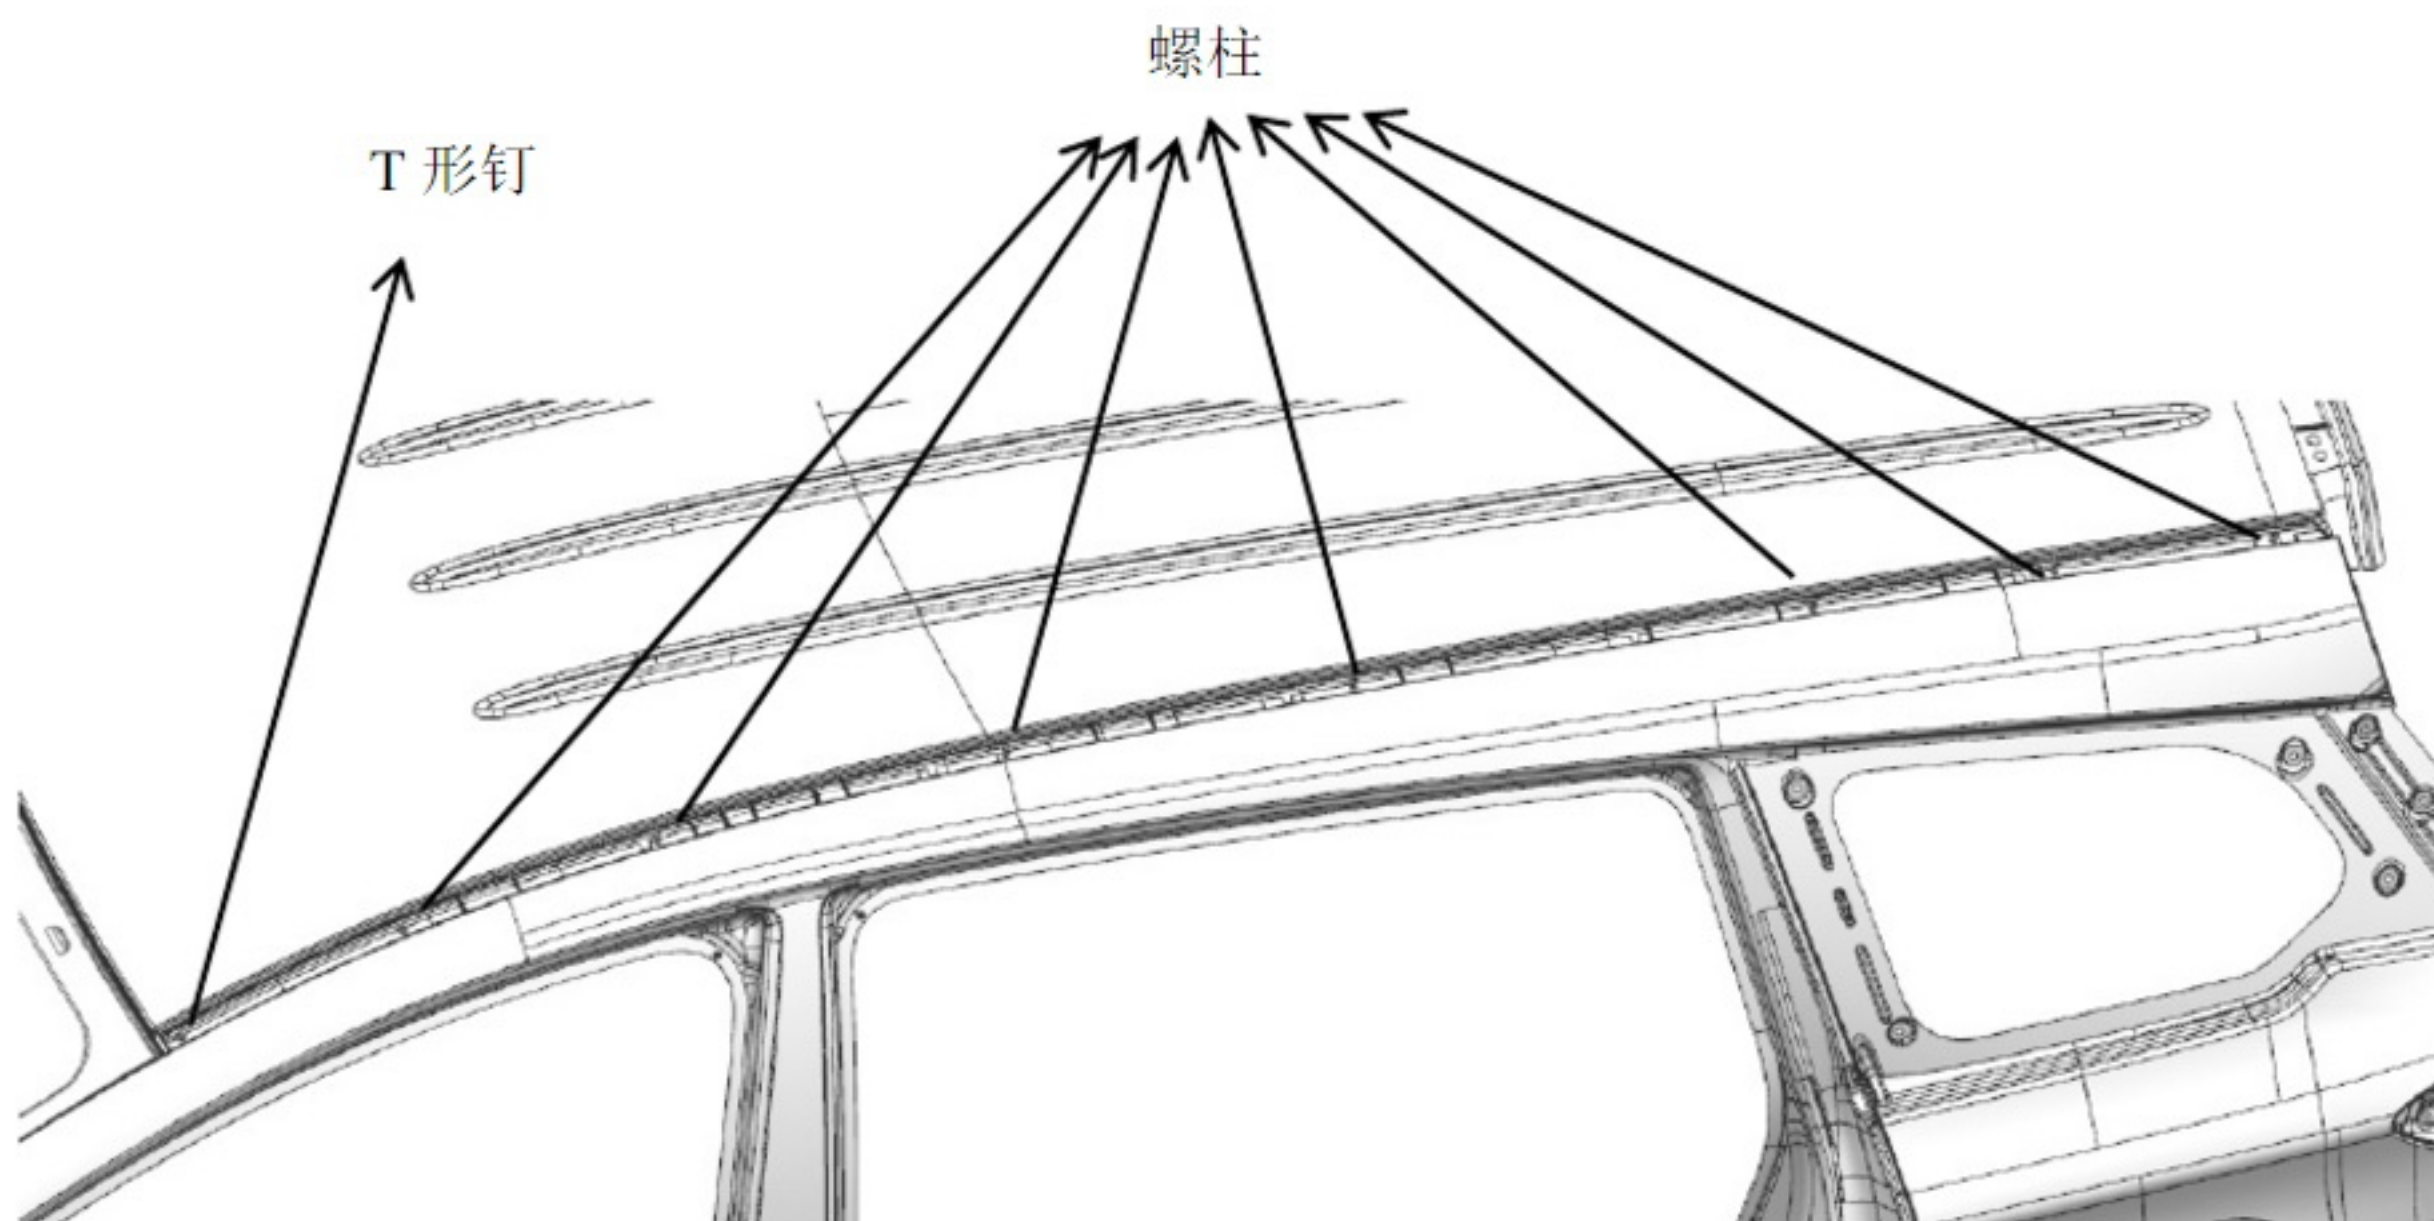

图 1
(1) 如图 1，车身最前端采用端头卡夹与 T 形钉进行配合固定，拆卸时，先将饰条往后推，直至将饰条推出 T 形钉，然后用手抓住顶盖试条将饰条稍稍翻起使卡扣能够看见，用螺丝刀将卡扣卡齿顶出卡套，顶出后用手将饰条向上拉起，注意用力不要过猛导致卡扣座损坏或饰条变形；第二段